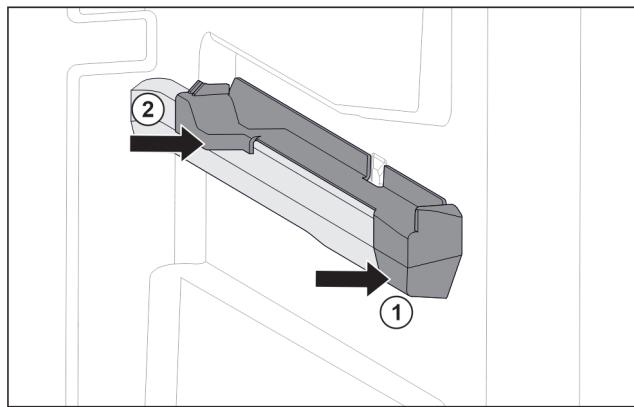

Fig. 79 Вставная часть на правом контейнерном ребре
- Наденьте вставную часть спереди на контейнерное ребро. Fig. 79 (1)
- Нажмите на вставную часть сзади. Fig. 79 (2)